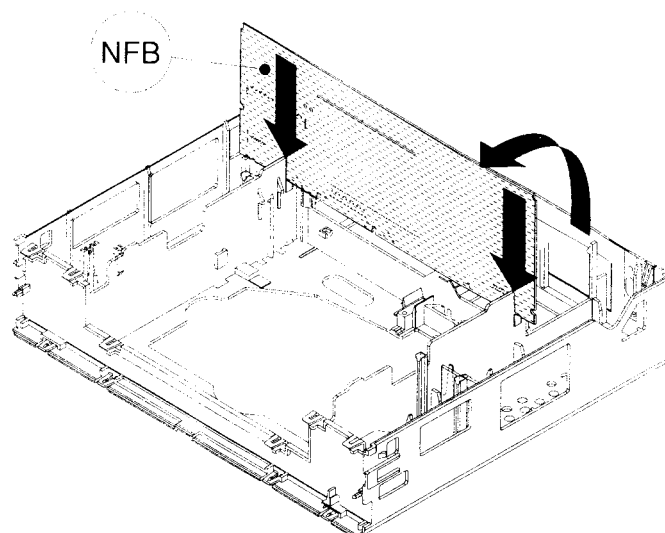

Fig. 7
- Den MFB, NFB nun hochheben und in die Serviceposition (siehe Fig. 7) drehen und in die dafür vorgesehenen Schlitze stellen.